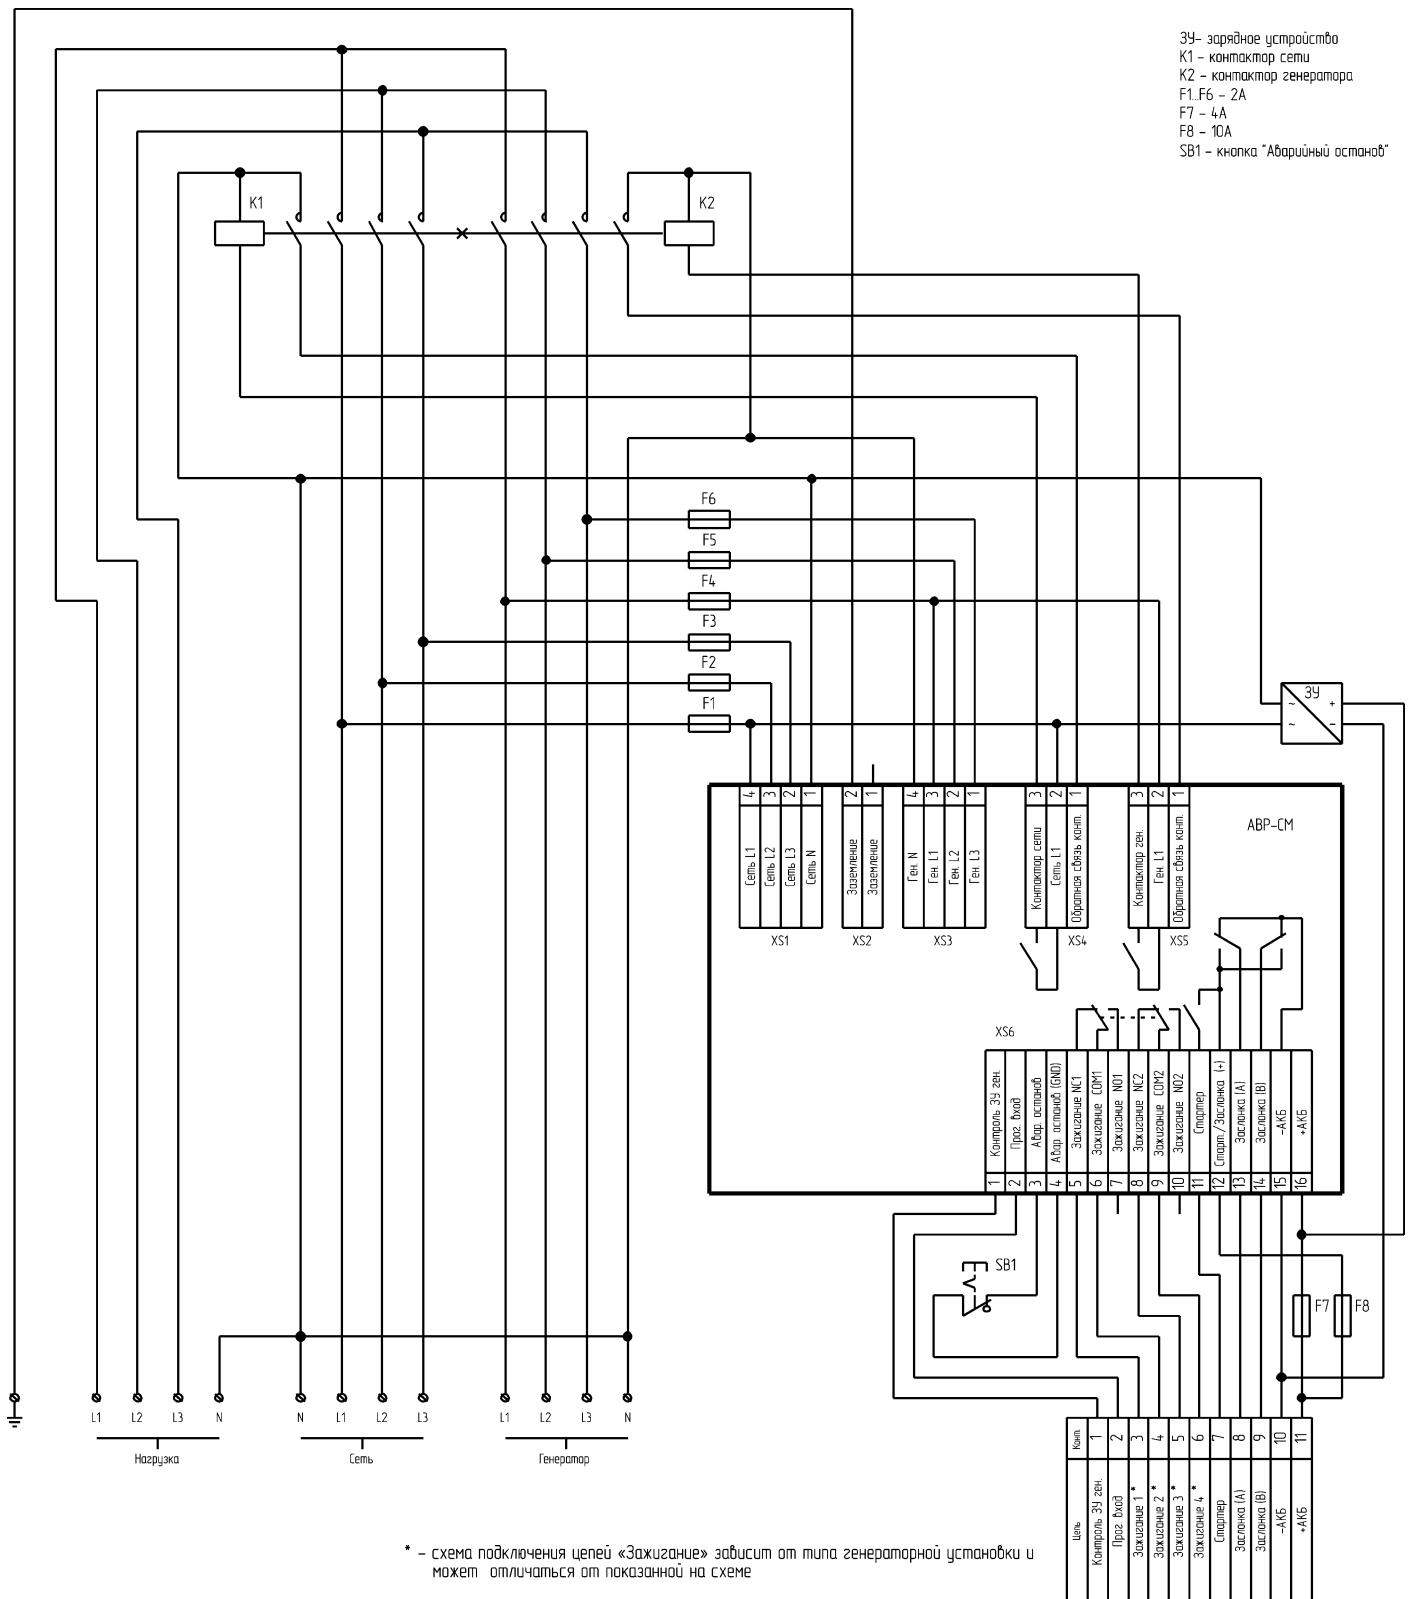

Рис. 6.2. Схема подключения ABP-CM для конфигурации ABP33 с общим нейтральным проводом
6.2.1 Разъёмы XS1 - XS7 для подключения контроллера расположены с двух сторон корпуса контроллера (рис. 6.1). Назначение контактов разъёмов представлено в табл. 6.1 - 6.7. Подключение внешних электрических цепей к контроллеру осуществляется согласно рекомендуемым схемам подключения (рис. 6.2 - 6.4). Обязательно при подключении используйте предохранители, указанные на схемах. Подключения к разъёмам XS1 - XS5 обязательно должны выполняться отдельными кабелями. Для нормальной работы функции контроля обрыва нейтрального провода должно быть подключено заземление к разъёму XS2. **Подключение заземления к разъёму XS2 не выполняет функции электробезопасности!**